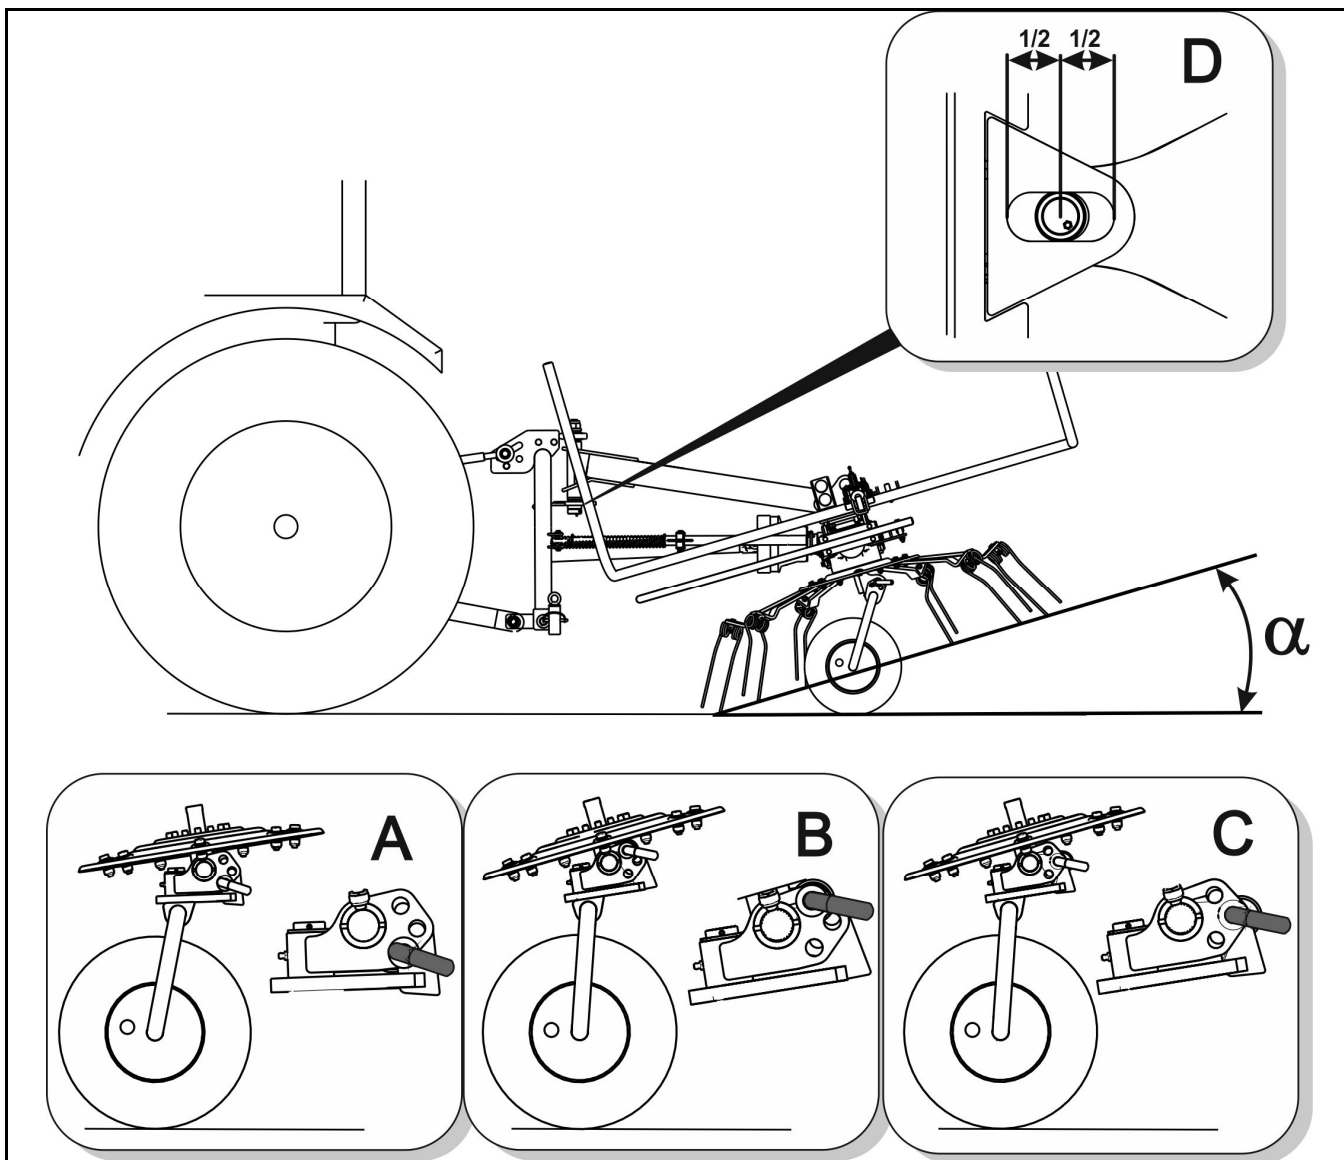

FIGURA 4.5A Operación Henificadoraem - ángulo de inclinación del carrusel (ángulo de dispersión)
- ajuste la altura de las horquillas inferiores RUPD del tractor y ajuste la longitud del brazo superior de forma que los carruseles se inclinen hacia delante y los dedos de resorte toquen ligeramente el suelo, y el manguito de articulación se encuentre en el centro del orificio longitudinal D (FIGURA 4.5A),
Una vez ajustado el enganche tripuntal trasero del tractor, debe ajustarse el ángulo de esparcimiento de las hileras (FIGURA 4.5A). Para ello